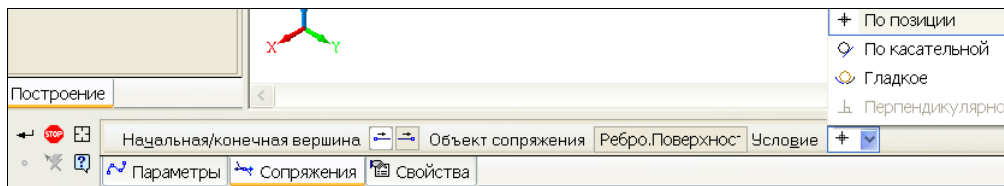

Рис. 30.10. Панель свойств: Сплайн с открытой вкладкой **Сопряжения**
- ♦ откройте вкладку **Сопряжения** (рис. 30.10). Система автоматически связала первую точку с объектом. Необходимо только задать условия сопряжения из раскрывающегося списка **Условие**. Возможны сопряжения по касательной, перпендикулярно и гладкое сопряжение. Гладкое отличается от касательного тем, что в сопряжениях кривизна сплайна становится равной кривизне объекта, с которым производится сопряжение. В качестве объекта для сопряжения со сплайном могут быть выбраны вспомогательные и координатные плоскости, грани тел и поверхностей, ребра, пространственные кривые, контур эскиза. Нажмите кнопку **Конечная вершина**. Задайте условия сопряжения для этой вершины. В зависимости от условий сопряжения кривизна сплайна меняется;